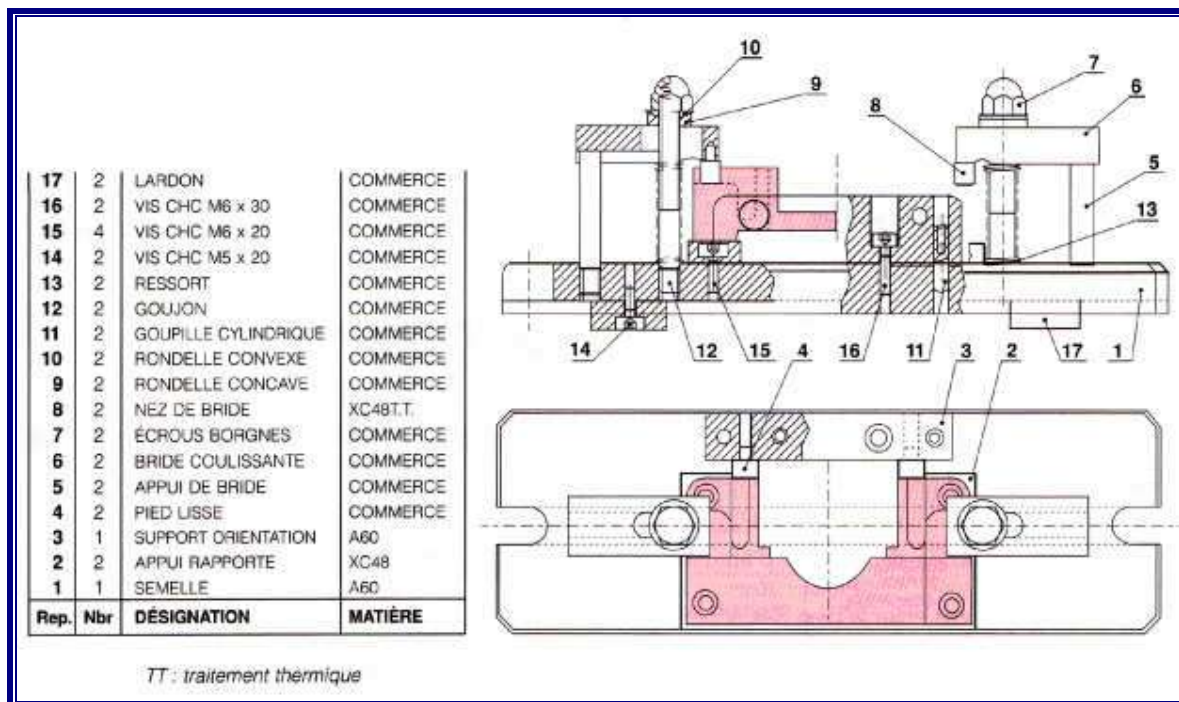

Figure 12
■ Porte-pièce avec sa nomenclature simplifiée (fig. 12, page suivante)
En observant le porte-pièce de la figure 12, nous remarquons que :